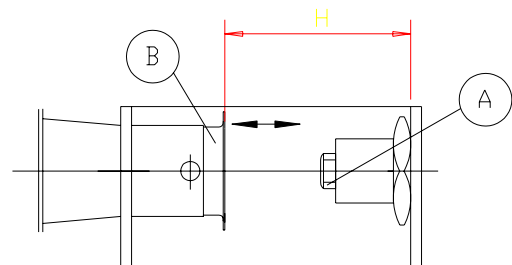

Bild 2
- Injektor (A) (Tabelle 1) austauschen.
- Venturi-Ventil (B) (Bild2) auf das entsprechende H-Maß einstellen (Tabelle 1).